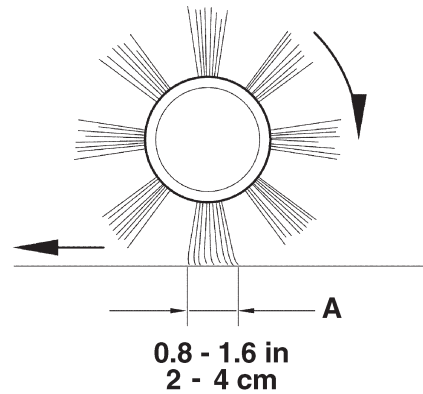

Abbildung 3
- Überprüfen, ob die Hauptkehrwalzenspur (A, Abb. 3) in ihrer gesamten Länge 2 bis 4 cm breit ist.
Ist es nicht möglich, die Spur (A, Abb. 3) korrekt einzustellen, weil der Druckunterschied zwischen den beiden Enden der Hauptkehrwalze zu groß ist, siehe Service-Anleitung für die entsprechenden Einstellschritte.